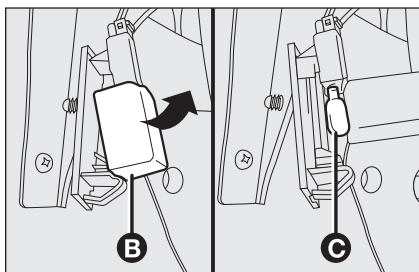

fig. 36
- ☐ abrir la protección de la lámpara **B** fig. 36 y sustituir la lámpara **C** introducida a presión;